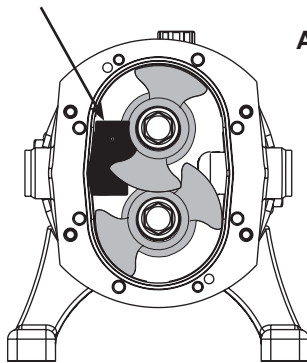

Abb. 9
1. Getriebe (54) wie in Abschnitt 4.6. beschrieben entfernen.
3. Gebogenen Flügel auf der Lagerscheibe (49) ausrichten.
4. RotorschloÙ wie in Abb. 9 gezeigt anbringen und Schließmutter (50) des Antriebswellenlagers (38) lösen.